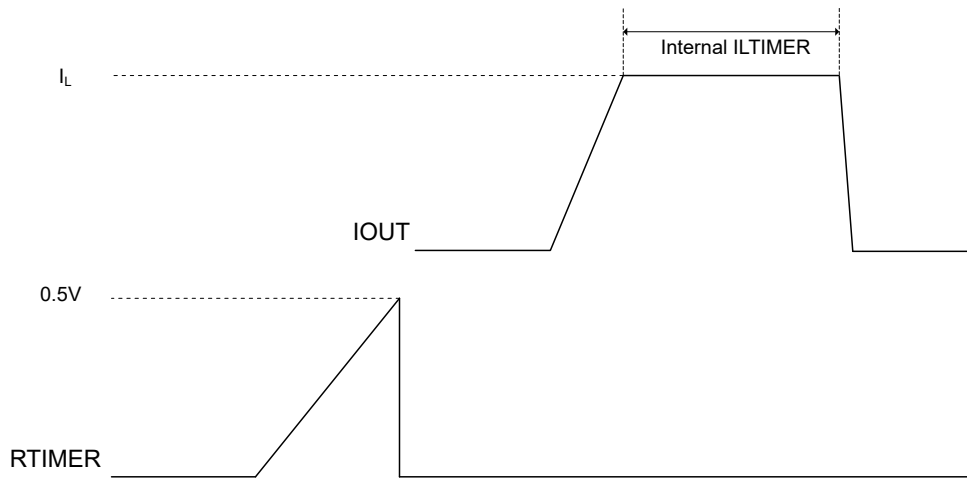

图 7-5. 内部 ILTIMER 波形
*电流限制计时器* 控制发生过流事件时器件保持在电流限制模式的时间。器件保持在电流限制模式，直到故障排除或者可编程电流限制故障时间  $t_{ILTIMER}$  结束。 $t_{ILTIMER}$  使用从  $I_{LTIMER}$  连接至  $GND$  的电容器  $C_{ILTIMER}$  进行编程，并可以使用 方程式 9 计算。 $I_{LTIMER}$  引脚在过载条件下将电容器充电至 0.5V，而在其他情况下则通过内部下拉电阻对电容器放电。将该引脚连接至  $GND$  会完全禁用内部计时器功能，因此在短路情况下，器件会无限期地保持在编程电流限制。将该引脚连接至  $V_{IN}$  会导致内部电流限制计时器到期后器件被禁用，如 图 7-5 所示。使用内部计时器时，可编程电流限制并不总是有时间稳定到编程值。因此，可编程电流限制可能会短暂超过定义的精度阈值。快速跳变关断电流限制仍然有效。表 8-1 总结了基于引脚条件的电流限制故障持续时间。